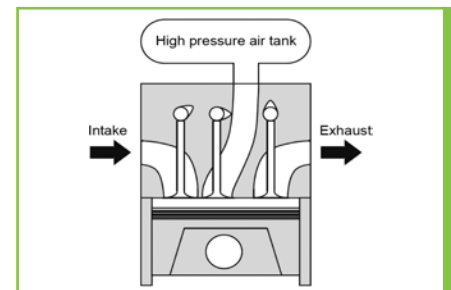

Fig. 3 Schéma de principe de l'admission directe dans le moteur « Ibrahim et al. [2010] »
- Système 2 : Admission directe dans le moteur (Fig. 3)